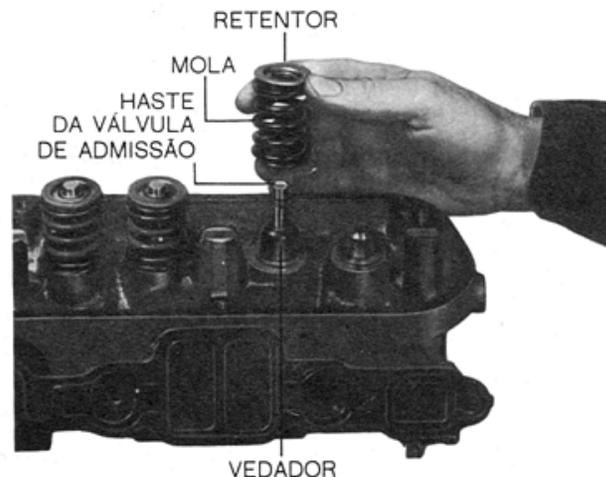

Fig. 10 — Instalação do conjunto de válvulas
- Colocar vedadores novos em todas as hastes das válvulas (Fig. 10). Colocar as molas das válvulas e os retentores.